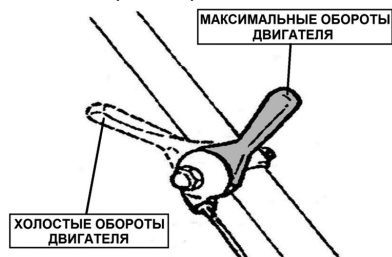

Рис. 9 Рычаг газа
2. Рычаг газа установите в среднее положение (Рис. 9).